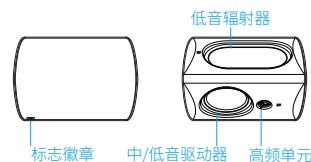

图 2
- 请记住，务必把扬声器朝着能让水从驱动器锥盆和/或低音辐射器滚落的位置。务必确保在放置扬声器时使带有中/低音驱动器和高音扬声器的一侧（即带有 Definitive Technology 徽标徽章（见图 2）的一侧）朝着聆听区域。